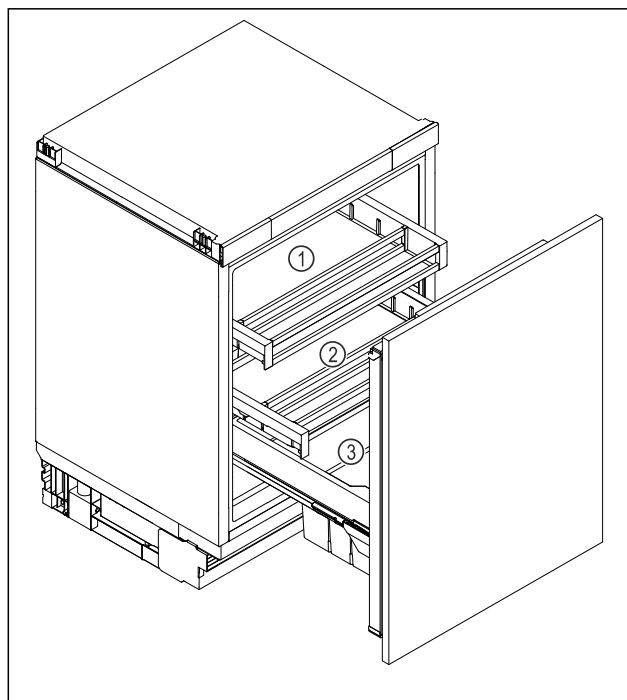

Fig. 6 Ilustrační zobrazení
- Horní zásuvka Fig. 6 (1): Máslo, sýry, konzervy a tuby.
- Spodní zásuvka Fig. 6 (2): Skladujte potraviny, které se snadno kazí, jako hotová jídla, ryby, maso a uzeniny.
- Zásuvka na ovoce a zeleninu Fig. 6 (3): Skladujte zabalené ovoce a zeleninu.
- Přihrádka na nápoje Fig. 6 (3): Skladujte jednotlivé láhve.